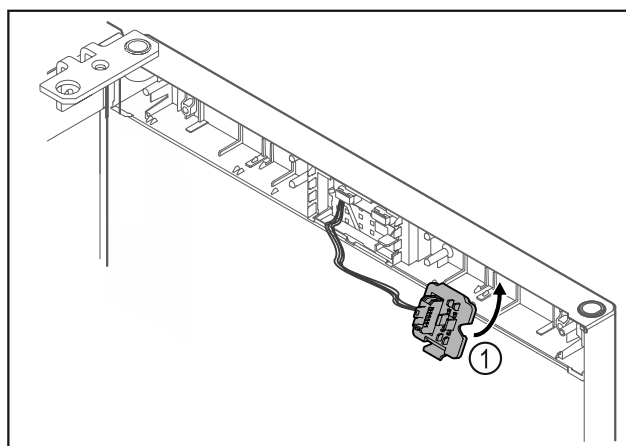

Fig. 24
- Innestare il supporto connettori Fig. 24 (1) sul lato opposto.